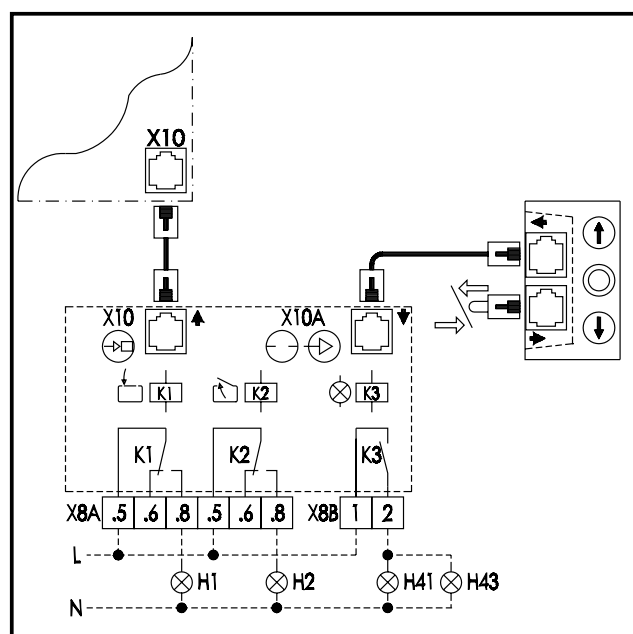

Fig. 12: Segnalazioni dei fine corsa e lampeggianti
- Collegare le due prese **X10** del kit e della centralina con un cavo a 6 poli come illustrato nella fig. 12.